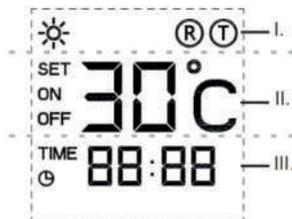

Figura 3
DESCRIÇÃO DO VISOR DE LED - FIGURA 3
- Para ativar o temporizador, pressione o botão do temporizador (Figura 2, pos. 3) no painel de controle. A indicação do temporizador aparecerá no visor na área da Figura 3, pos. III. Pressione o botão de mais (Figura 2, pos. 5) ou o botão de menos (Figura 2, pos. 4) para definir o tempo de contagem regressiva entre 1 hora e 24 horas. O visor mostra o tempo em ordem decrescente quando o dispositivo será desligado automaticamente.